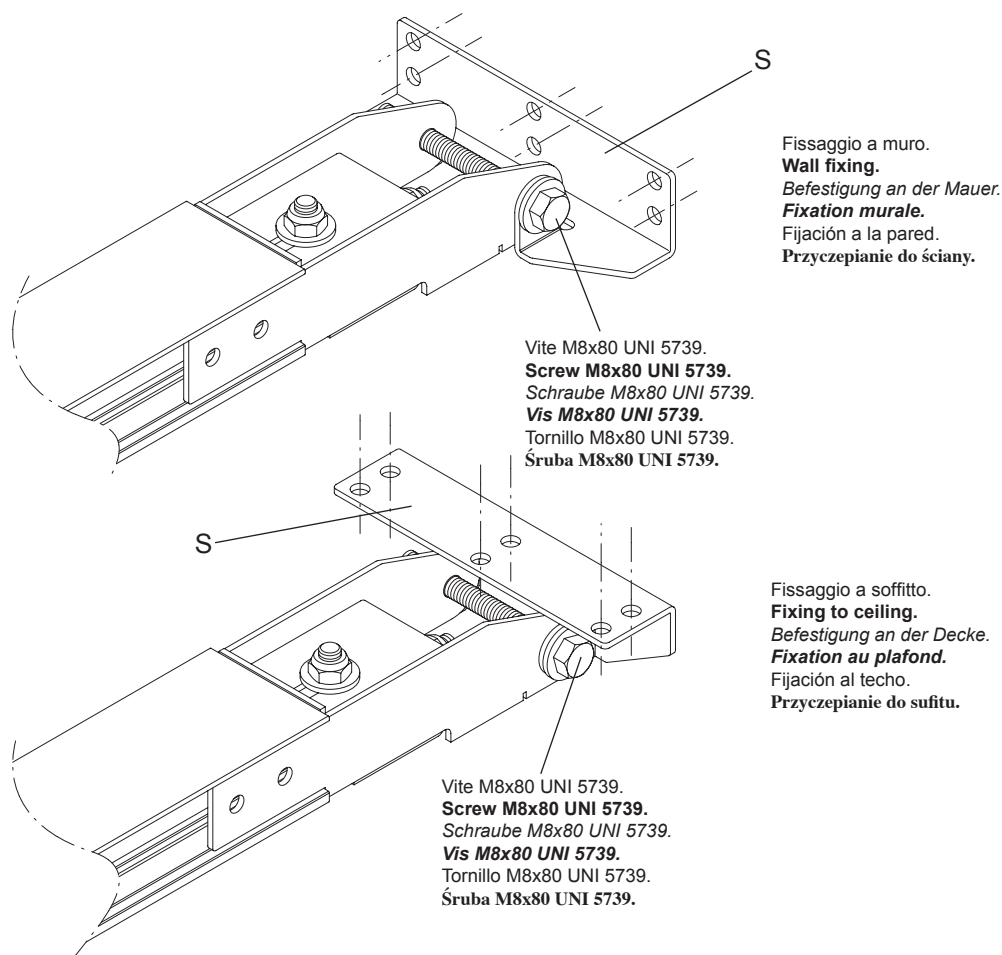

Fig.10
- i) Ancorare la staffa "S" al muro o al soffitto mediante rivetti o viti e tasselli. Ancorare il profilo alla staffa S con la vite a testa esagonale M8x80 ed il dado autobloccante (Fig.10).
- i) **Anchor the bracket "S" to wall or ceiling by using rivets or screws and dowels. Anchor the profile to bracket S with the hexagonal head screws M8x80 and the self-locking nut (Fig.10).**
- i) *Den Bügel „S“ an die Mauer oder an die Decke mit den Nieten oder den Schrauben und Dübeln verankern. Das Profil am Bügel S mit der sechskantigen Schraube M8x80 und der selbstsichernden Mutter verankern (Abb.10).*
- i) **Ancrer la bride "S" au mur ou au plafond au moyen des rivets ou des vis tamponnées. Ancrer le profil à la bride S avec la vis à tête hexagonale M8x80 et l'écrou auto serré (Fig.10).**
- i) Anclar el estribo "S" a la pared o al techo con remaches o pernos de expansión. Anclar el perfil al estribo S con el tornillo de cabeza hexagonal M8x80 y la tuerca autoblocante (Fig.10).
- i) **Przymocować do ściany lub sufitu zaczepek „S” za pomocą nitów lub śrubek i klinów. Przymocować prowadnicę do zaczepek S za pomocą śruby z łbem sześciokątnym M8x80 i nakrętki samozabezpieczającej (rys.10).**